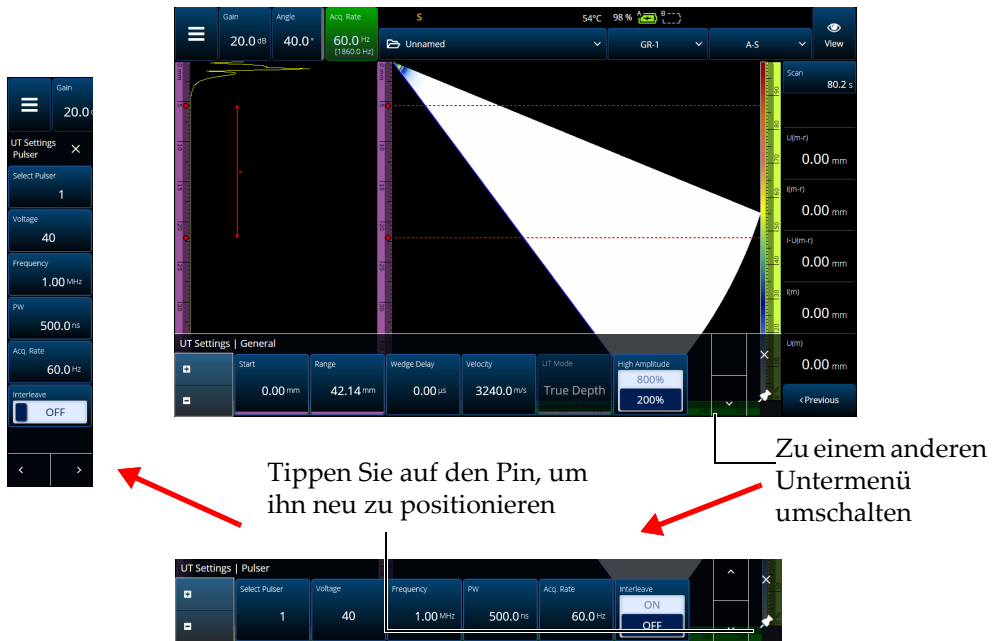

Abbildung 2-3 Parameter-Untermenü umschalten und neu positionieren
Das Menü wird derzeit horizontal über dem Anzeigebereich angezeigt, mit Untermenüoptionen auf der rechten Seite. Bei Auswahl erscheint das Parameter-Untermenü auf dem Anzeigebereich. Mit den Pfeiltasten (▲ ▼) kann ein weiteres Untermenü angezeigt werden. Das Untermenü kann durch Antippen der Schließen-Schaltfläche (X) ausgeblendet oder mit (◆) an der Seite des Bildschirms angepinnt werden (Abbildung 2-3 auf Seite 15).